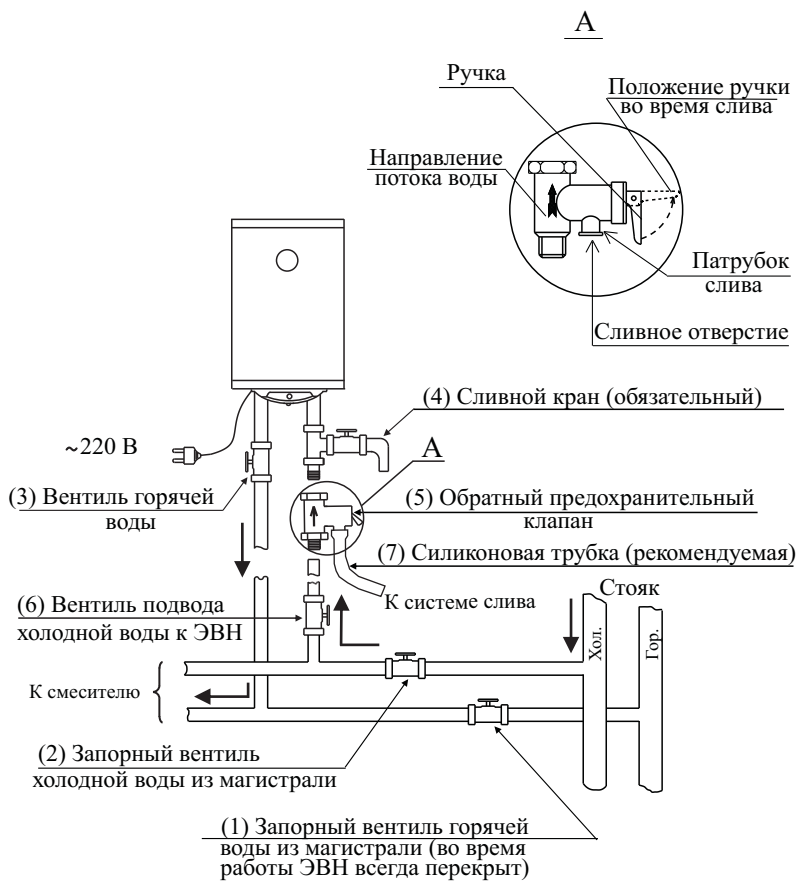

Рисунок 5 - Схема подключения к водопроводной сети
- Заполните ЭВН водой. Для этого перекройте запорный вентиль горячей воды из магистрали (1), закройте сливной кран (4), откройте запорный вентиль холодной воды из магистрали (2), вентиль подвода холодной воды к ЭВН (6), вентиль горячей воды (3) и кран горячей воды на смесителе. ЭВН заполнен, когда из крана горячей воды на смесителе начнет вытекать, с полным напором, вода. Закрыть кран горячей воды на смесителе (см. рисунок 5).
- При необходимости полного слива воды из ЭВН (например, при профилактике) надо отключить ЭВН от электрической сети, перекрыть вентиль подвода холодной воды к ЭВН (6), вентиль горячей воды (3) должен быть открытым, открыть кран горячей воды на смесителе и сливной кран (4), через который и слить воду (см. рисунок 5).